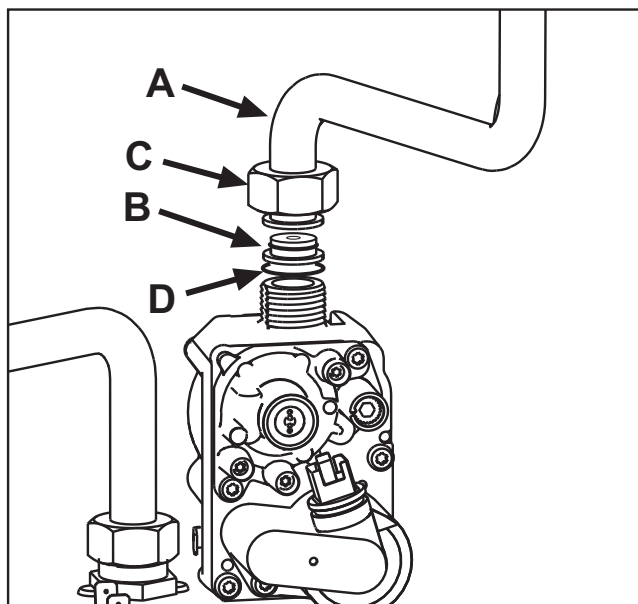

fig. 22
- Desenrosque la tuerca C y desconecte el tubo A de la válvula del gas (fig. 22).
- Reemplace el inyector B del tubo del gas por el que se incluye en el kit de transformación, interponiendo la junta D (fig. 22).